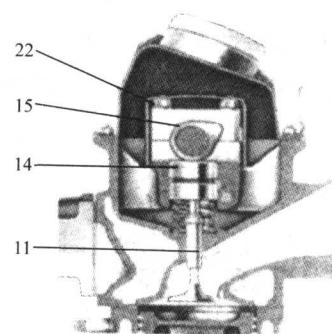

图 1-6 凸轮轴与气门组件
5) 旋松凸轮轴轴承盖22（图1-6）的固定螺钉，拆卸凸轮轴轴承座盖，取下凸轮轴和气门挺柱14。